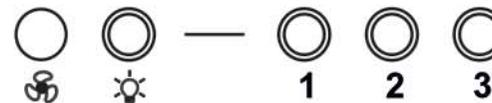

Рис. 10
7.2.2 Кнопчный переключатель (рис. 10) с лампой индикации имеет четыре кнопки с фиксацией.